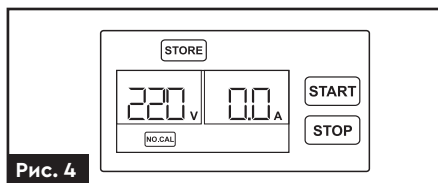

Рис. 4
1. Ввімкніть електроживлення пульта. Переконайтеся, що насос не працює. На екрані з'явиться позначка «NO.CAL» та почне блимати (рис. 4).